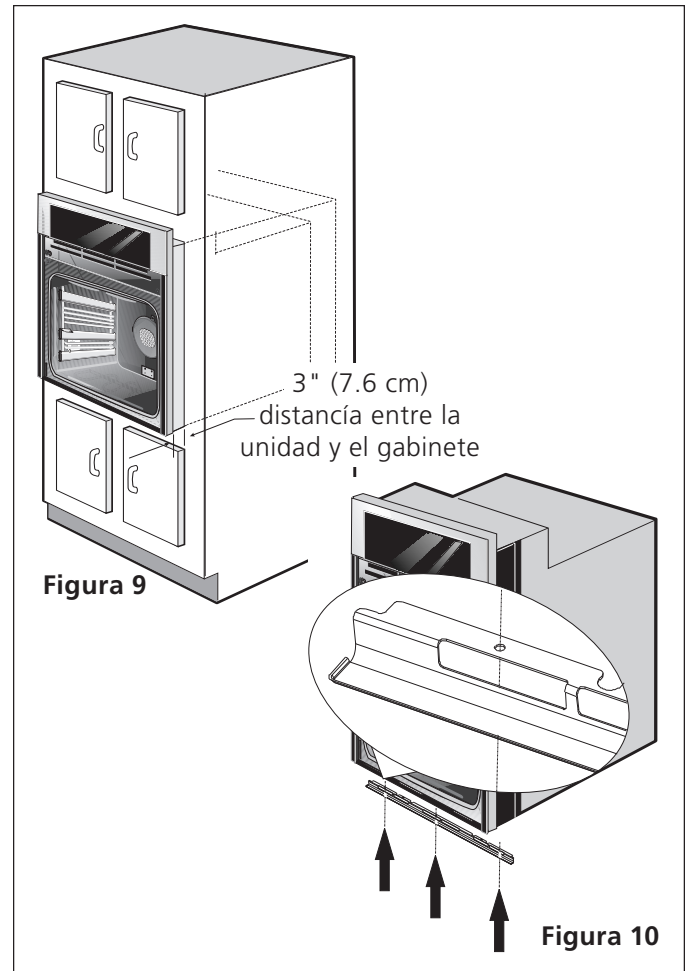

Figura 9
3. Introduzca la unidad dentro de la apertura del gabinete. Deslícela dejando 3" (7.6 cm.) entre el horno y el frente del gabinete (Figura 9). Empuje la unidad y tire el cable blindado a través del hoyo en el piso, y hacia la caja de empalmes.